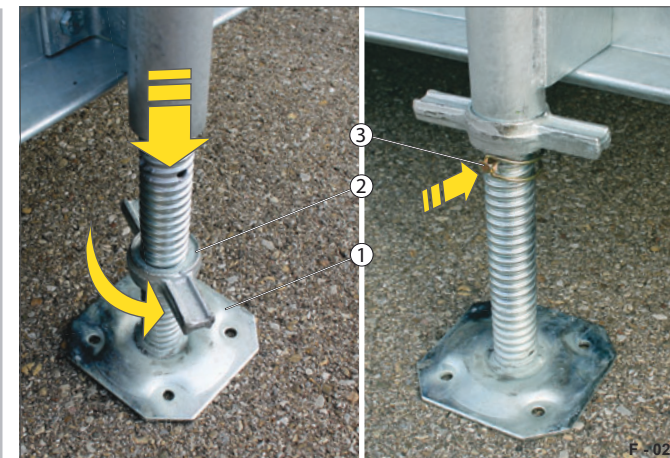

Abb. 4 Stützstellung
- ▶ Drehen Sie die Stütze am Stellfuß (Abb. 4/1) bis zum Untergrund herunter.
- ▶ Kontern Sie die Stütze mit der Kontermutter (Abb. 4/2) - hochdrehen bis zum Anschlag.
- ▶ Stecken Sie das Sicherungselement (Abb. 4/3) in die Bohrung.